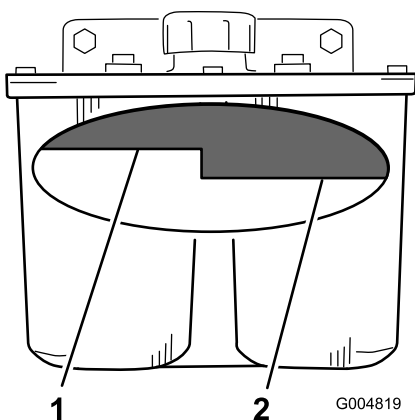

Figure 95
3. Nettoyez la surface autour du goulot de remplissage du réservoir hydraulique (Figure 95).
4. Enlevez le bouchon du goulot de remplissage et vérifiez si le réservoir contient du liquide (Figure 95).
**Remarque:** Lorsque l'huile est chaude, le niveau de liquide doit atteindre le haut du repère « à chaud » sur le déflecteur (Figure 95).